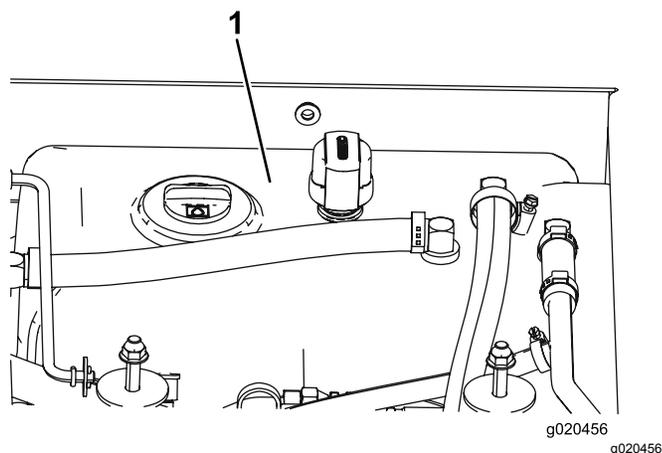

Рисунок 102
4. Залейте гидравлическую жидкость в бак (Рисунок 102); см. Замена гидравлической жидкости (страница 80).